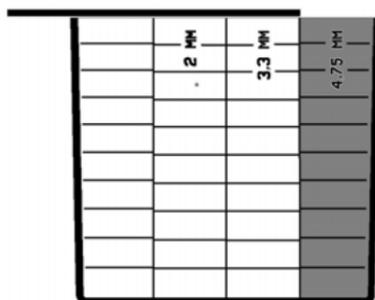

Figura 6.5 – Ex. do enchimento do medidor
- Encha o compartimento cuja peneira tem a malha mais larga e mantenha os outros compartimentos fechados com a tampa (*Figura 6.5*);